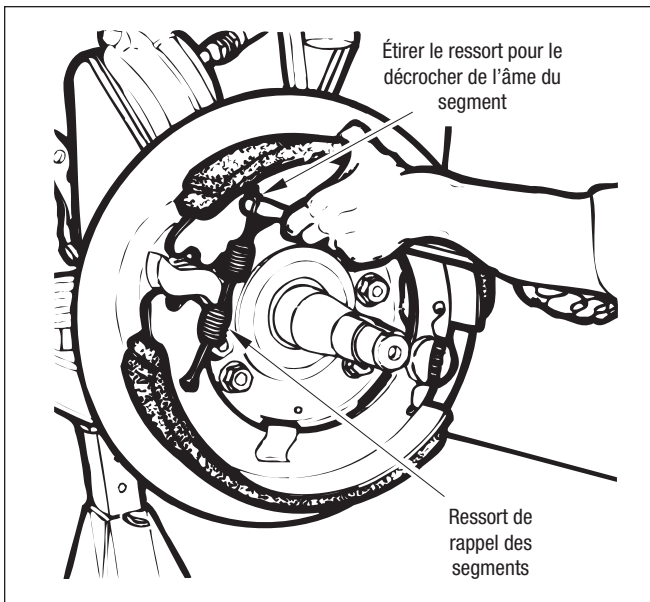

Figure 17 – Dépose du ressort de rappel des segments
5. Étirer le ressort de rappel, puis le décrocher de l'âme du segment supérieur. Cf. Figure 17.